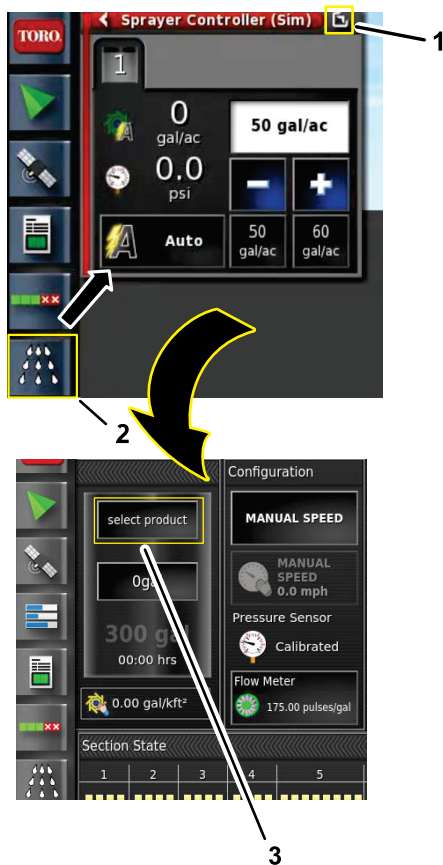

Bild 115
2. Tippen Sie auf das Symbol SPRÜHSTEUERGERÄT und tippen Sie auf das Symbol Erweiterte Ansicht im Bedienfeld des Sprühsteuergeräts (Bild 115).
3. Tippen Sie auf das PRODUKTKONFIGURATION-Symbol (**Bild 115**).